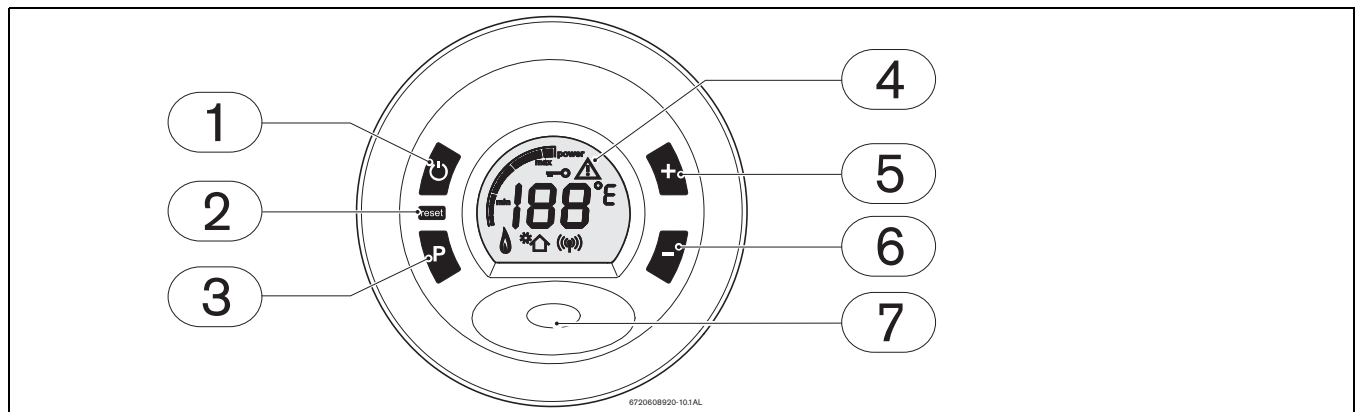

Fig. 4
Premere l'interruttore principale (Fig. 4, pos. 1) in posizione di funzionamento (capitolo 4.3), in questo modo l'apparecchio è pronto a funzionare.
Disattivare lo scaldabagno, Fig. 4, pos. 1 (OFF).
- ▶ Premere e mantenere premuto il tasto "P" di programmazione (Fig. 4, pos.3), premere l'interruttore principale, Fig. 4, pos. 1 (ON).
- ▶ Premere l'interruttore principale, Fig. 4, pos. 1 (OFF).